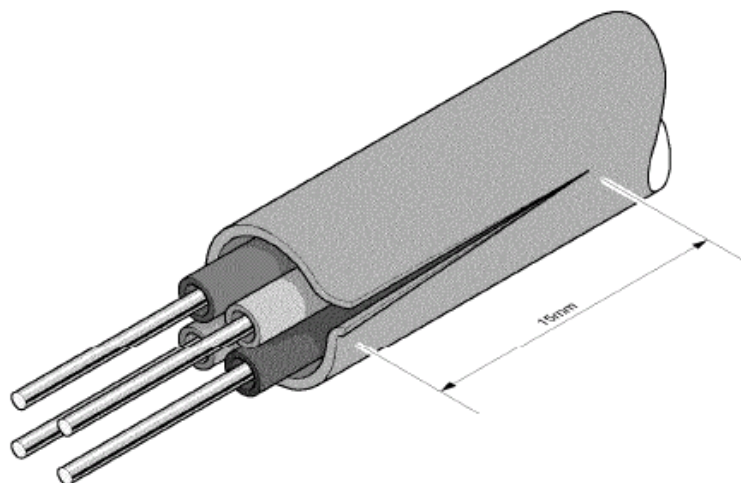

图 7-10
2. 从距离末端 15mm 的位置开始，沿着直线切入绝缘层，如图 7-10 所示。